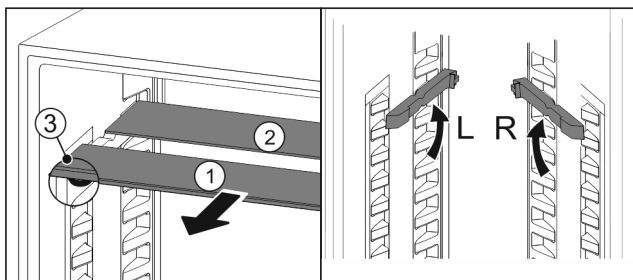

Fig. 159
- ▶ По одной извлеките Fig. 159 (1) стеклянные панели движением вперед.
- ▷ Стеклянная панель Fig. 159 (1) с декоративной планкой лежит спереди.
- ▷ Стопоры Fig. 159 (3) показывают вниз.